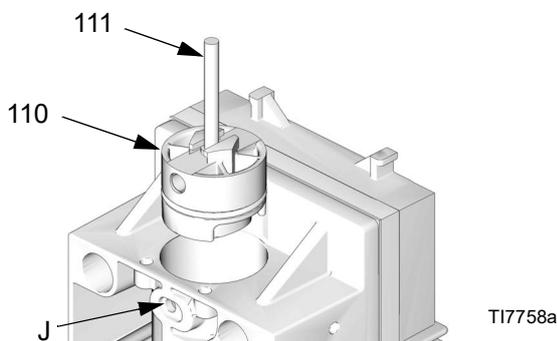

ABB. 10. Ausbau der Kolbenanschläge
- Siehe ABB. 10. Ziehen Sie die Rückhaltestifte (111) aus ihren Löchern (J) heraus. Drehen Sie die Stifte um, und schieben Sie die Köpfe in die Schlitze auf den Anschlägen der Kolben (110). Ziehen Sie die Kolbenanschläge an den Stiften heraus.